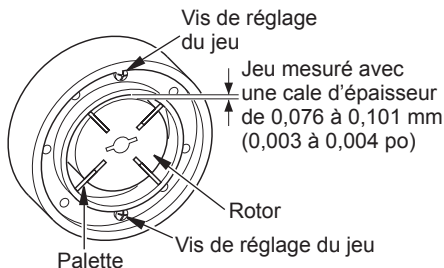

Figure 27 - Position des vis de réglage du jeu
9. Vérifiez le jeu du rotor. Si nécessaire réglez à 0,076 à 0,101 mm (0,003 à 0,004 po)(voir Figure 27).